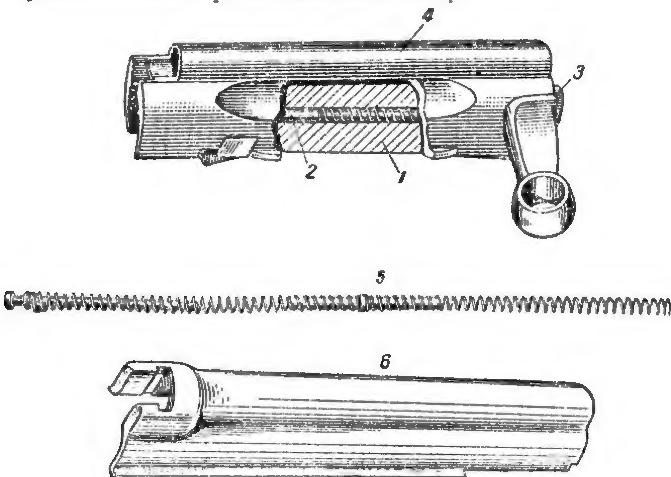

Рис. 22. Запирающий механизм:
23. Запирающий механизм (рис. 22) в собранном виде состоит из следующих основных частей: остава затвора с выбрасывателем и ударником, стебля затвора, возвратной пружины с направляющим стержнем и трубкой, крышки ствольной коробки.